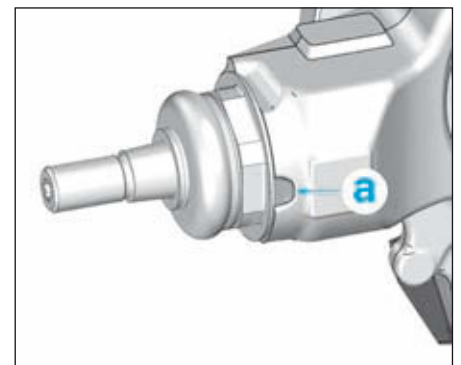

FIG.38
- Freiner la rotule dans l'encoche (a) du pivot (Fig.38).